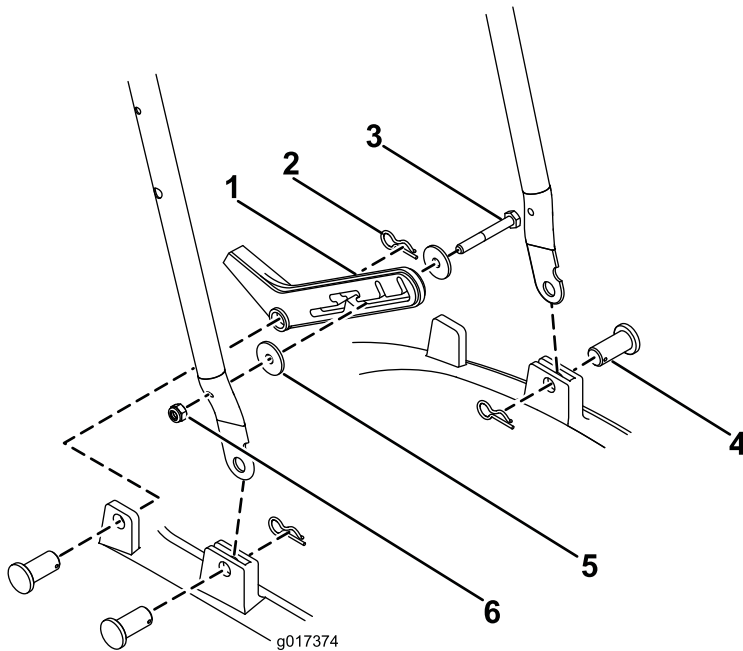

Figure 3
1. Insérez la partie inférieure du guidon dans le cadre (Figure 3).
2. Fixez chaque côté avec une goupille de retenue et une goupille fendue (Figure 3).
3. Fixez la butée de pied sur le côté droit de la partie inférieure du guidon avec un écrou M6 et un boulon M6, et 2 rondelles (Figure 3).
4. Fixez la butée de pied au cadre avec une goupille de retenue et une goupille fendue (Figure 3).